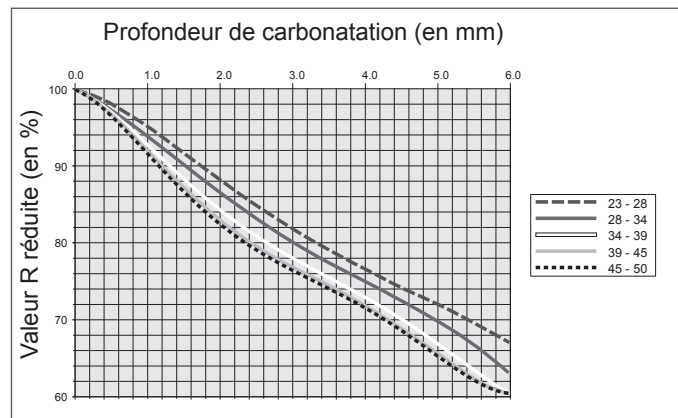

Fig. 4.6 Réduction de la valeur de rebondissement suite à la carbonatation
- Sélectionner «d» et saisir un chiffre entre 1 et 6 pour la profondeur de carbonatation déterminée (en mm). Si les profondeurs de carbonatation sont supérieures à 6 mm, saisir 6. Le facteur de réduction correspondant est automatiquement défini. La valeur de rebondissement peut être réduite à 40% (voir Fig. 4.6).